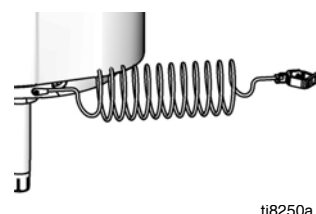

FIG. 8
**Pompa:** usare un filo di terra e un morsetto. Allentare il dado di blocco del capocorda di messa a terra e la rondella. Inserire un'estremità del filo di terra fornito nella fessura del capocorda e serrare saldamente il dado di blocco. Collegare l'altra estremità del filo a una messa a terra efficace. Vedere la FIG. 8.